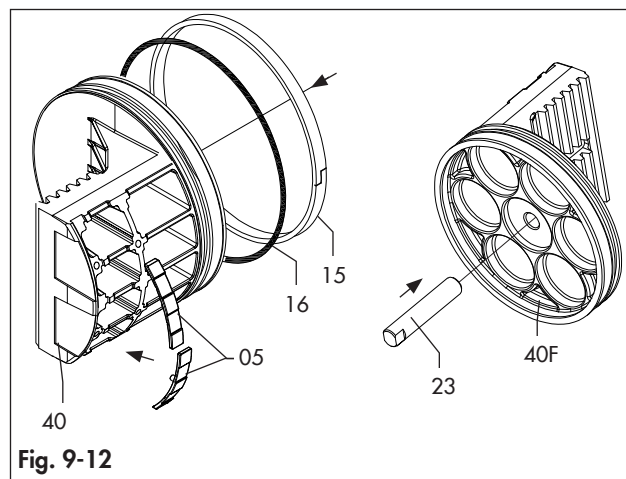
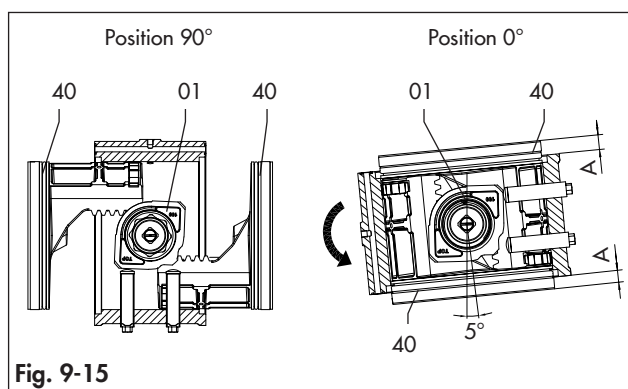

Fig. 9-12
Fig. 9-15
Voir Fig. 9-1 et de Fig. 9-12 à Fig. 9-15.
- Pousser simultanément les deux pistons (40) dans le corps (50) jusqu'à ce qu'ils soient engagés.
- Ensuite, faire tourner le corps (50) dans le sens inverse des aiguilles d'une montre en vue de dessus sur toute la longueur de la course.
- Une fois les pistons complètement fermés (position 0°) comme montré dans la Fig. 9-15, s'assurer que la rotation par rapport à l'axe du corps est à peine plus de 0° à 5°.
- Avec des pistons complètement fermés (position 0°) conformément à la Fig. 9-15, la dimension « A » doit être la même des deux côtés.
- Visser ou dévisser les vis (23) pour pousser les pistons en position 0° (Fig. 9-15).
- Lubrifier et placer les joints toriques (11F) sur les vis (23).
- Fixer les vis (23) en serrant les écrous (04F) avec la rondelle (03F).
- Avec l'actionneur en position fermée (position 0°), en se référant à la Fig. 9-15 pour la position des pistons, visser ou dévisser la vis de butée droite (02) 1 tour à la fois jusqu'à obtenir la position de butée souhaitée. Dans le cas d'un actionneur à retour de ressort, une alimentation pneumatique peut être nécessaire.